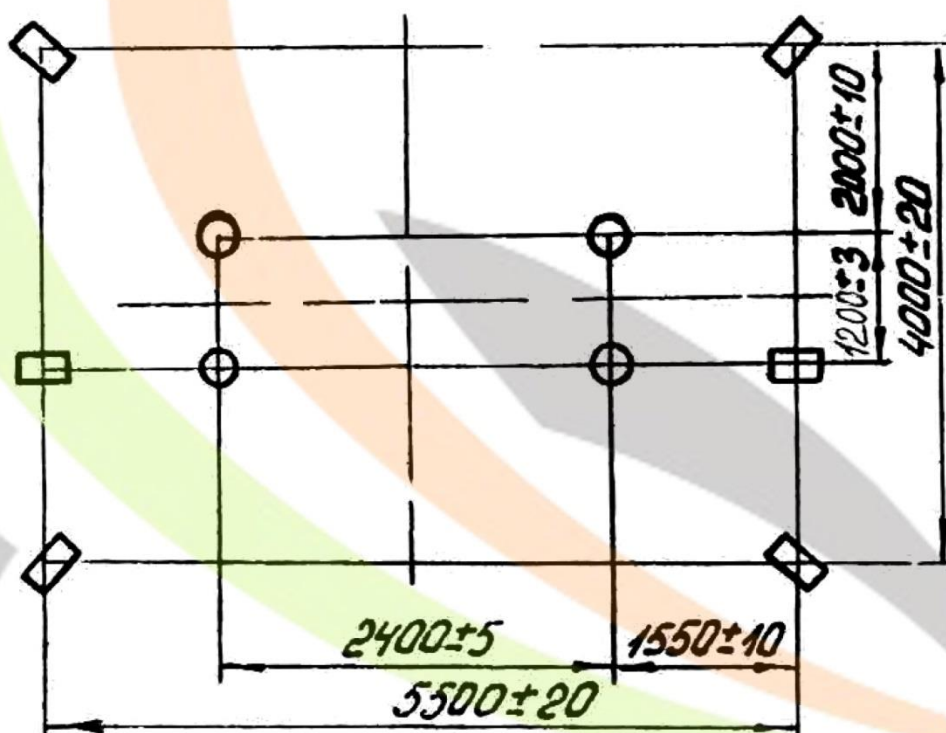

Рис. 2
1. На месте установки брусьев необходимо сделать разметку согласно рис. 2
2. Распакуйте узлы и арматуру, снимите консервационную смазку. В шести точках прямоугольника 5500x4000 (см. рис. 2) заподлицо с полом врежьте крепление к полу и надежно вверните шурупы 6x50.